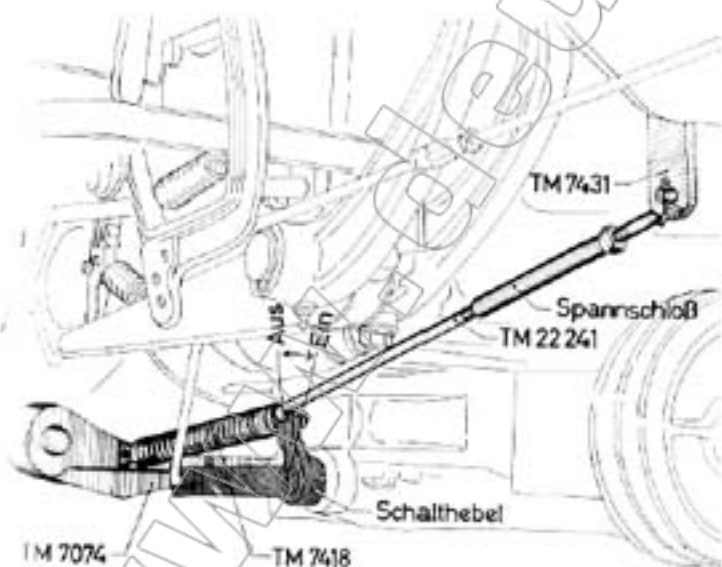

Abb. 7
6. Bevor die **hintere Lagerplatte** TM 7074 angeschraubt wird, muß die Öse an der Lagerplatte in die Feder TM 7418 eingehängt werden (Abb. 7).